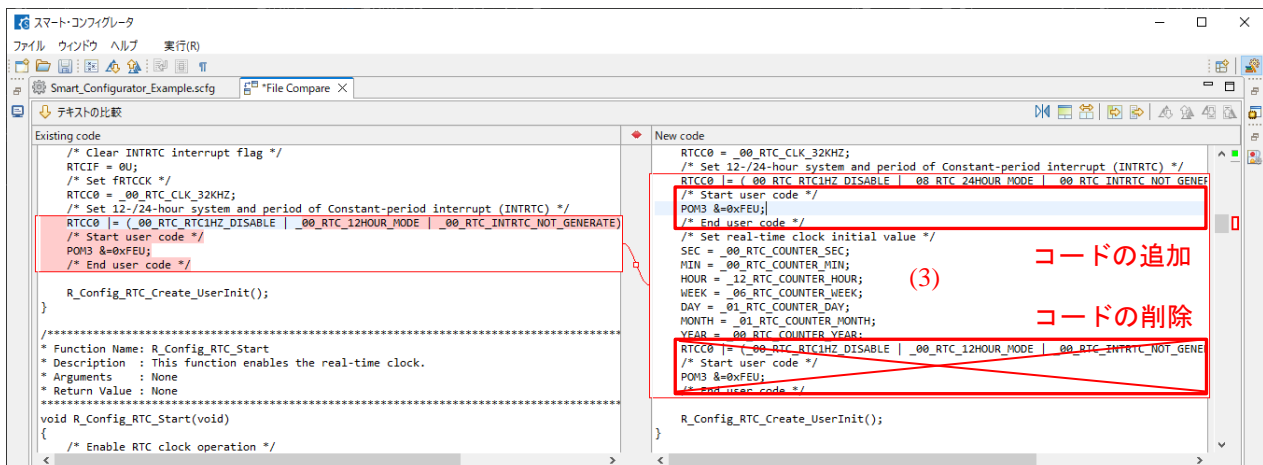

図 10-5 生成コードの競合解決後
- (3) 図 10-5 のように、適切な位置にコードを追加し、不要なコードを削除します。